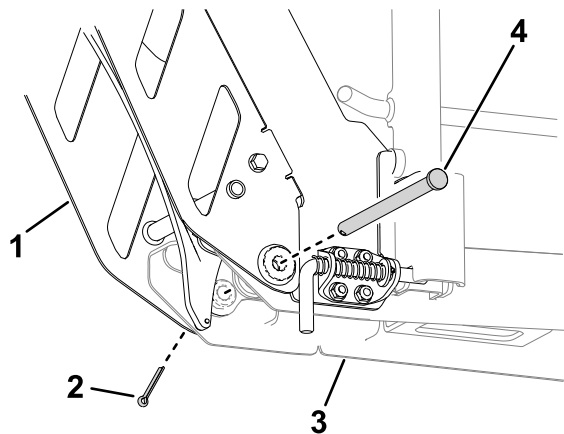

Figura 16
10. Utilice un pasador de giro y una chaveta para fijar el conjunto de la rampa al conjunto del raíl (Figura 16).